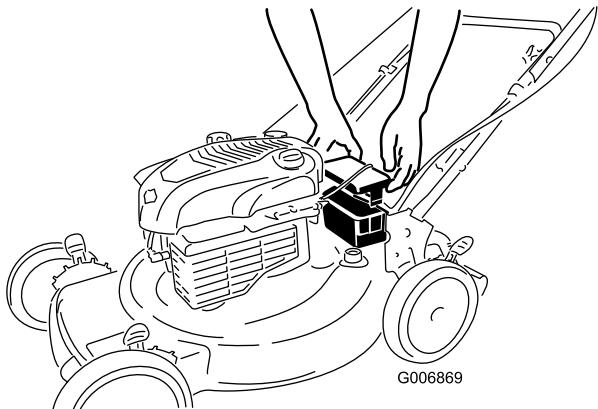

Figura 8
- Desenganche ambos extremos de la tapa de la batería y retírela (Figura 8).